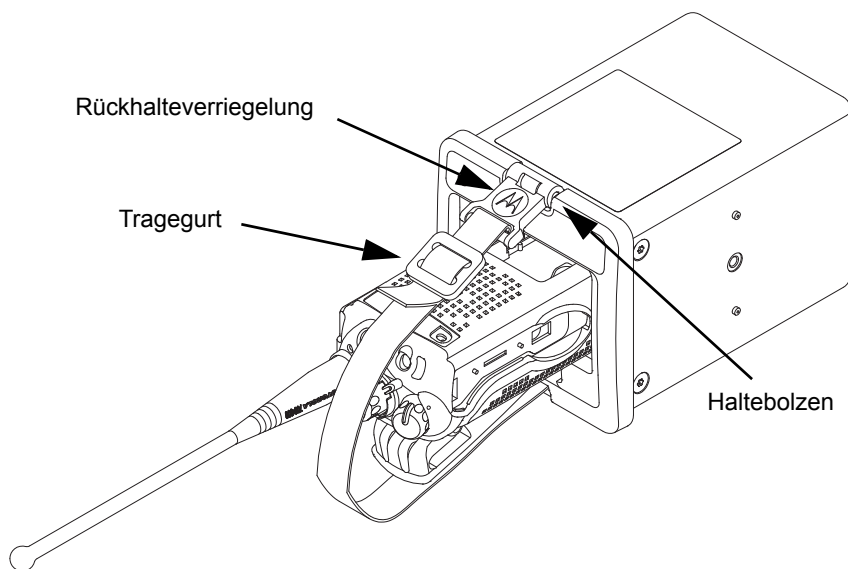

Abbildung 4 Funkgerät mit eingesetztem Akku, Antenne, PSM oder RFA
5. Für Funkgeräte mit einer Antenne ziehen Sie den Tragegurt durch die Basis der Antenne und die Basis der Kanalwahl, und befestigen Sie die Verriegelung dann am Haltebolzen oben auf der Frontplatte. Justieren Sie die Schlaufe mithilfe des Dreifach-Verstellers, um das Funkgerät mit eingelegtem Akku im Kfz-Ladegerät festzuziehen (siehe Abbildung 4).
Für Funkgeräte mit installiertem PSM (Mikrofon für öffentliche Sicherheit) und HF-Adapter: Justieren Sie die Schlaufe durch den Dreifach-Versteller, um das Funkgerät mit eingelegtem Akku im Kfz-Ladegerät festzuziehen (siehe Abbildung 4).